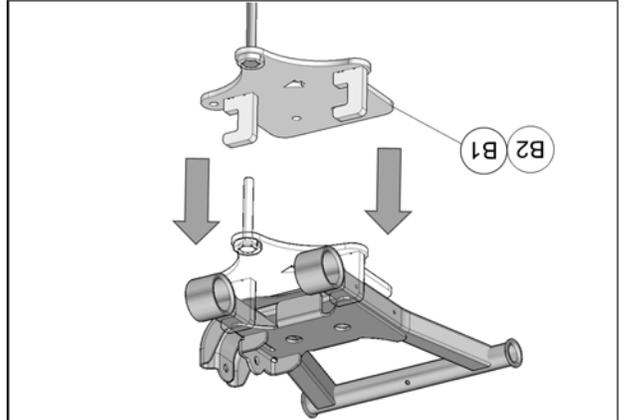

Fig. 6
5. Positionner l'ancrage anti-rotation (B1-B2) sous le bras de suspension arrière, les ouvertures en « C » doivent se positionner aux tubes du bras de suspension. Voir la Fig. 6